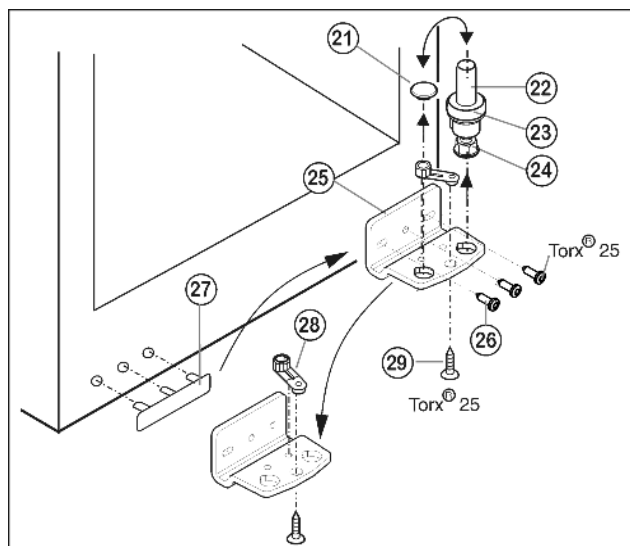

Fig. 5
- Извлеките опорный винт Fig. 5 (22) в комплекте с шайбой Fig. 5 (23) и регулируемой опорой Fig. 5 (24), вытягивая его вверх.
- Снимите пробку Fig. 5 (21).
- Открутите Fig. 5 (26) опорный кронштейн Fig. 5 (25).
- Открутите Fig. 5 (29) опорную деталь Fig. 5 (28) и, переставив в отверстие на противоположной стороне опорного кронштейна, снова прикрутите.
- Осторожно снимите и переставьте на противоположную сторону крышку со стороны ручки Fig. 5 (27).
- Снова прикрутите опорный кронштейн Fig. 5 (25) на новой стороне шарнира (с моментом 4 Нм). При необходимости используйте аккумуляторный шуруповерт.
- Переставьте пробку Fig. 5 (21) в свободное отверстие.
- Вновь установите опорный винт Fig. 5 (22) в комплекте с шайбой и регулируемой опорой. При этом фиксатор должен быть направлен назад.